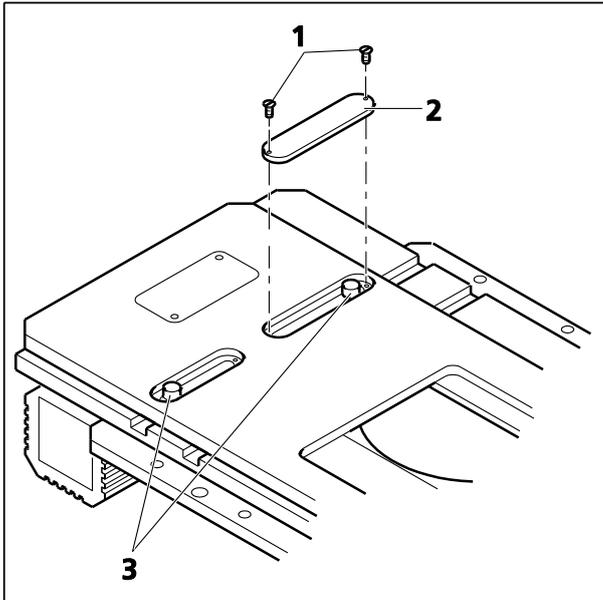

Fig. 24 Platine de balayage 130x85 mot. P, CAN, partie supérieure
- Pour régler les butées mécaniques avant ou arrière selon l'axe Y, desserrer d'abord les vis (Fig. 24/1) au niveau des capots sur la partie supérieure de la platine puis déposer les capots (Fig. 24/2).
- Desserrer ensuite les vis de butée (Fig. 24/3), si nécessaire, déplacer la butée puis resserrer les vis.